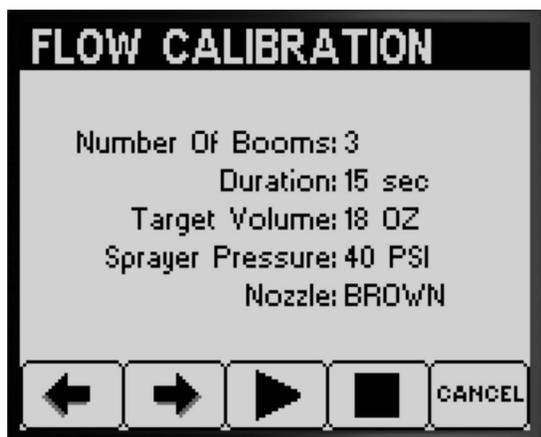

Figure 50
- Dans l'écran d'affichage du test de récupération, confirmez le nombre de rampes, la couleur des buses, et appuyez sur le bouton 3 pour lancer le test de récupération (Figure 50).